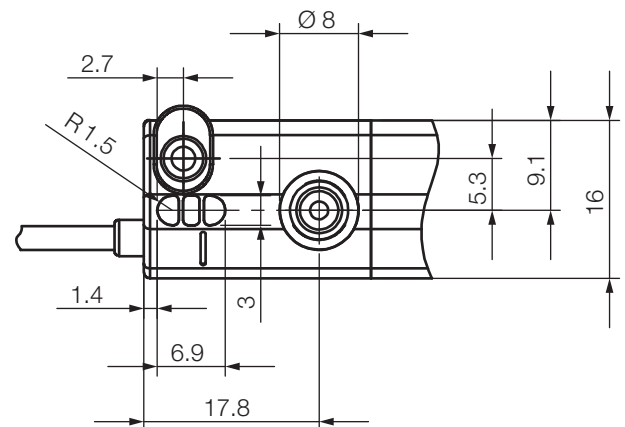

図 4-13: ボタンと LED の寸法と距離
**i** 逆取付けの場合には、ボタン用切欠きおよび LED が予め必要です ( 寸法、図 4-13 を参照 )。これらが無い場合には、BMP は IO-Link を介してのみ設定することができます。